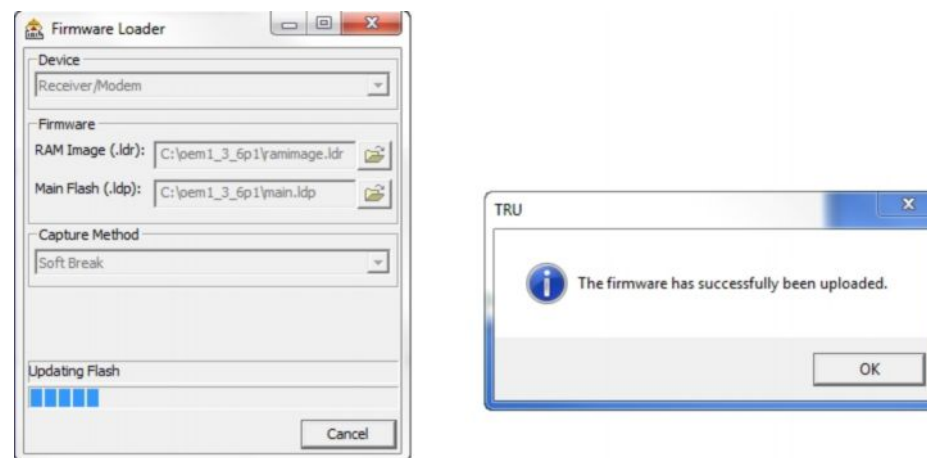

Рис. 9: Завершение загрузки встроенного программного обеспечения
8. Нажмите ОК, чтобы продолжить загрузку нового встроенного программного обеспечения на приемник (см. Рис. 9).